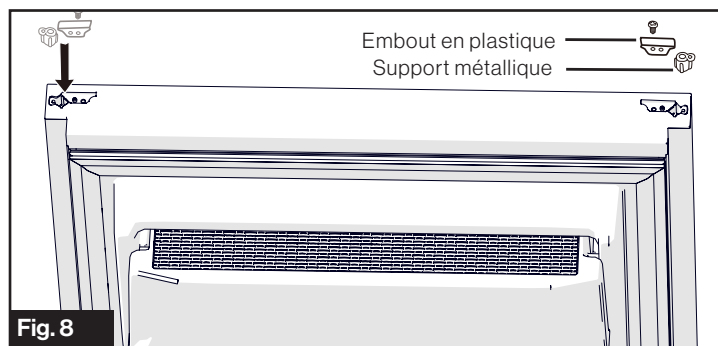

Fig. 8
- Inversez le support métallique et la douille en plastique au bas de la porte du réfrigérateur. (Fig. 8)